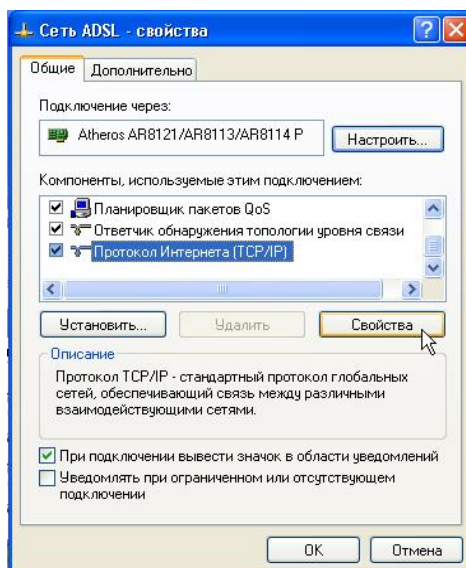

Рис. 4.8.4. Выбор свойств протокола TCP/IP
- На закладке *Общие* выберите компонент *Протокол Интернета (TCP/IP)* и нажмите кнопку *Свойства* (рис. 4.8.4).